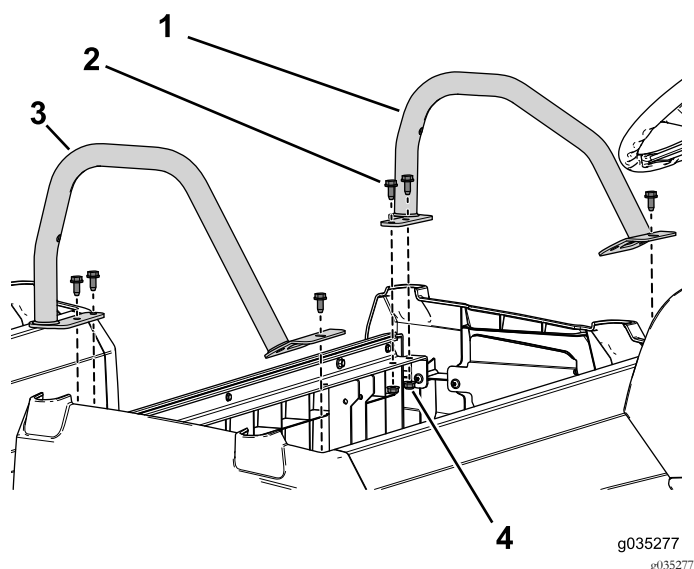

図 97
7. 座席ベースに、左右の腰部ガードを固定するフランジボルト3/16 x 3/4 インチ6本とフランジナットを使う 図 97。